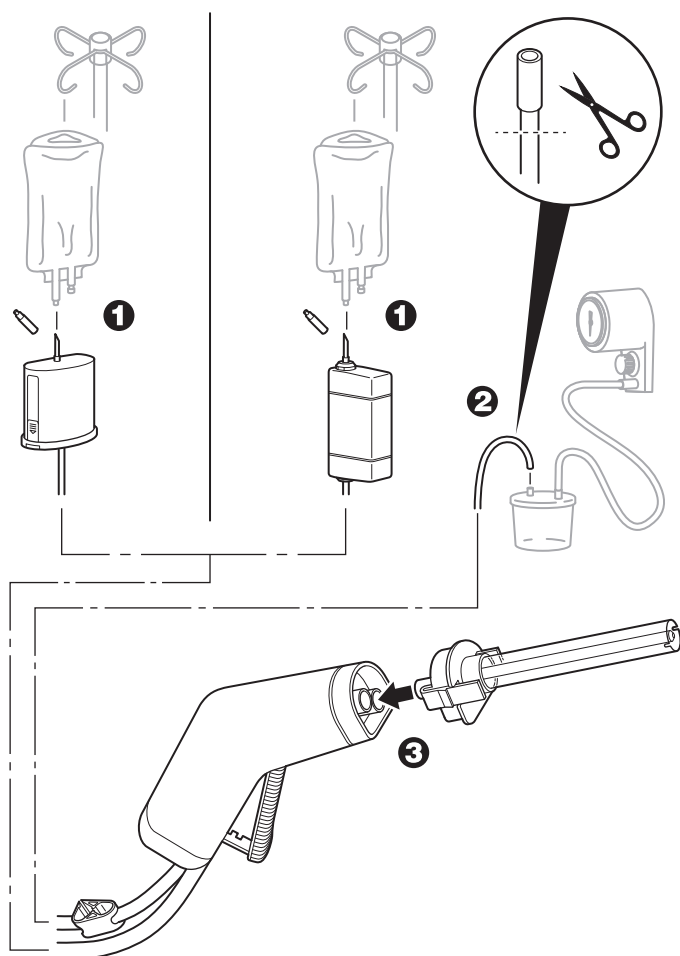

Figure 1 – Assemblage de la pièce à main
1. En utilisant une technique aseptique, retirer le capuchon du perforateur de la tubulure d'irrigation de la pièce à main et insérer le perforateur de la tubulure d'irrigation dans le port pelable stérile de la poche d'irrigation (figure 1).